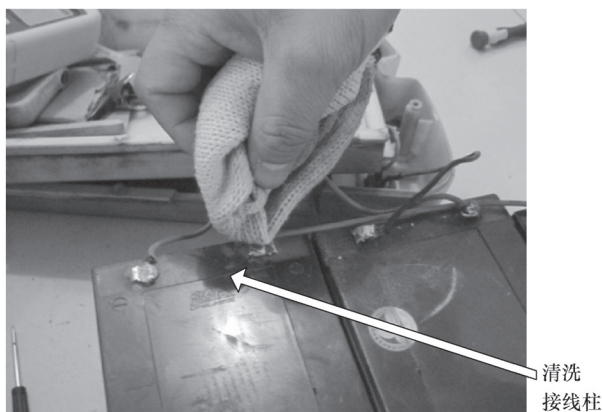
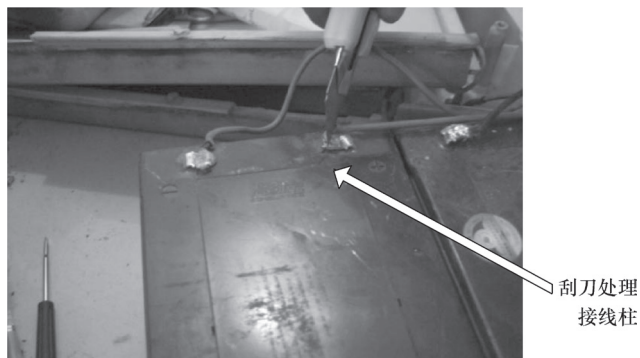

图 8-24 清洗接线柱
图 8-25 将接线柱削成倒圆锥状
5) 用清洗剂除去腐蚀物, 如图8-24所示, 用刮刀将接线柱处削成倒圆锥状, 如图8-25所示。